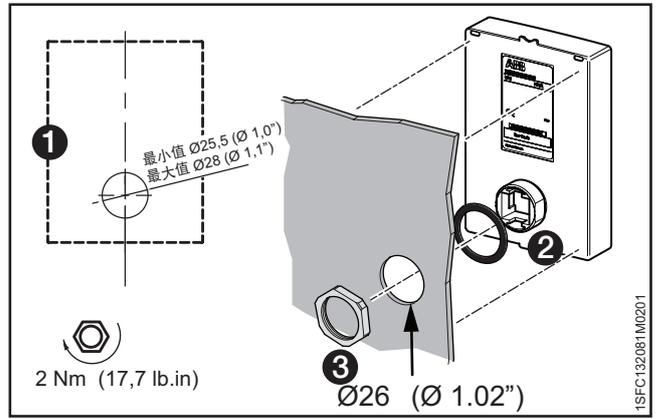

图 4.9
1. 要从软起动器拆下可分离 HMI，松开可分离 HMI 下方的塑料插销，见图 4.9 中的 ① 和 ②。
2. 在要安装可分离 HMI 的位置钻一个孔。孔的最大尺寸为 $\varnothing 26$ ($\varnothing 1.02$ "），见图 4.9 中的 ①。将橡胶垫圈放在可分离 HMI 上的螺纹式网络连接器周围，见图 4.9 中的 ②。按下螺纹式网络连接器以使其穿过钻孔。见图 4.9 中的 ③。使用 2 Nm (17.7 lb/in) 的转矩拧紧螺纹式网络连接器上的塑料螺母。